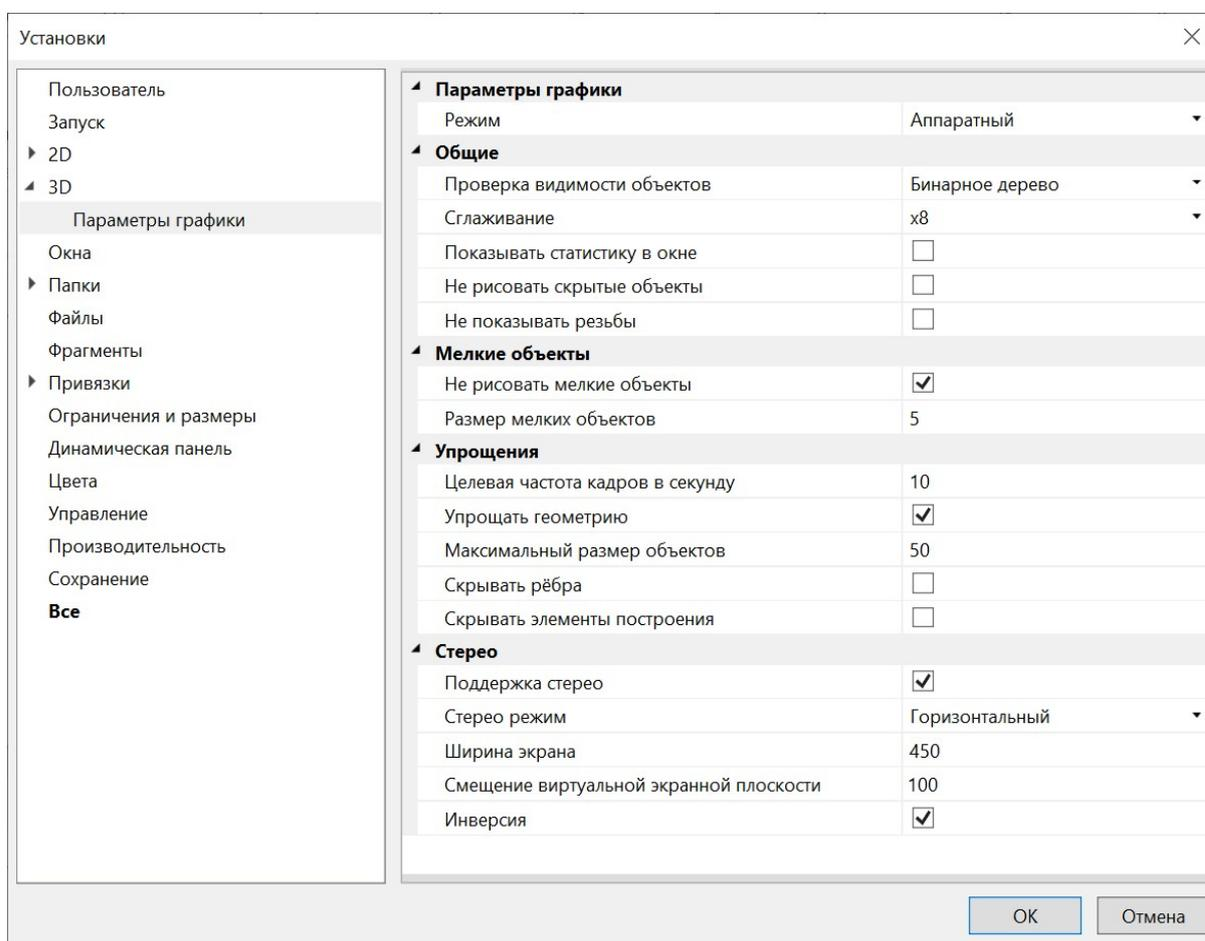

Рис. 19
2) В раскрывшемся окне настроек (рис. 19) выбираем в левой панели пункт **3D** и затем раскрывшийся в нем пункт **Параметры графики**;
3) В правой панели в нижней части списка настраиваемых параметров ищем (и при необходимости раскрываем щелчком мыши на названии) пункт **Стерео** (см. рис. 19) и в этой группе выбираем нужные опции в зависимости от имеющегося оборудования: